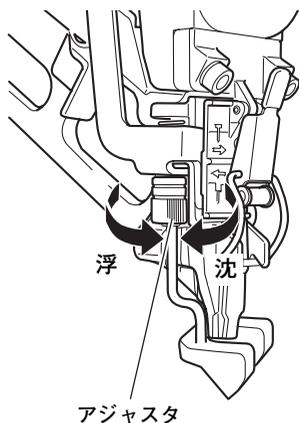

図 12
#### (1) アジャスタの調整 (図 12)
- 本機は、アジャスタを回すことにより、打ち込み深さを調整できます。試し打ちし、釘が沈みすぎるときはアジャスタを浮 → の方に回します。釘の頭が浮くときはアジャスタを沈 → の方に回します。(図 12、13)